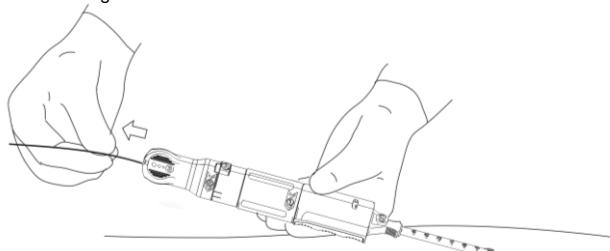

Abbildung 14. Entfernen des Führungsdrähts.
- a. Die mit „3“ gekennzeichnete Markierung ausfindig machen und den Führungsdraht vollständig aus dem Patienten und dem PerQseal®-Gefäßverschlussystem entfernen. Der Führungsdraht kann von einem Assistenten entfernt werden. Abbildung 14.